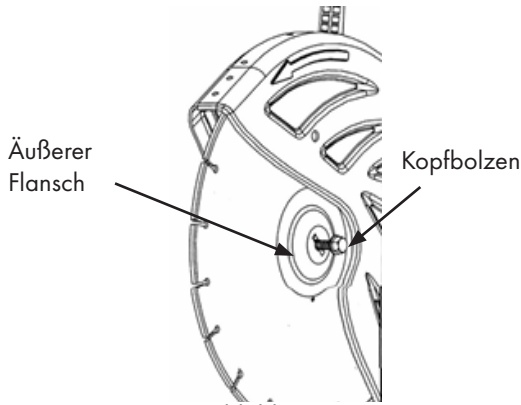

Abbildung 5
- Drehen Sie die Leerlaufschaube, falls erforderlich. Siehe Abb. 5, S. 17.